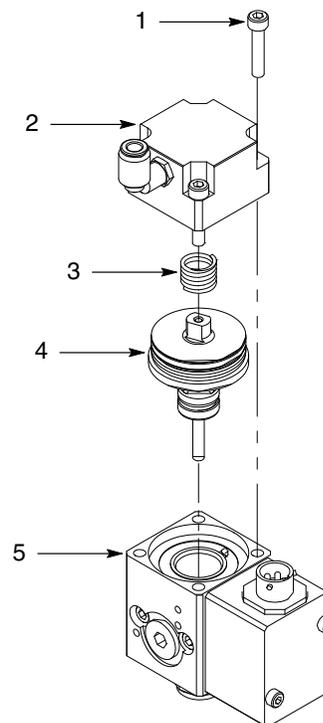

Figure 8 Remplacement type de la cartouche d'étanchéité de la vanne de sortie
1. Voir la figure 8. Retirer les vis (1) qui fixent le capuchon du cylindre pneumatique (2) au corps (5).
2. Retirer le ressort (3) de la cartouche d'étanchéité (4).